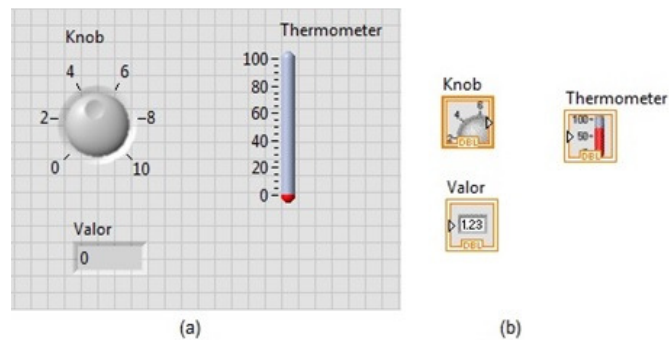

Figura 11 – Botão rotativo, termômetro e indicador numérico no painel frontal (a) e no diagrama de bloco (b).
6. Na janela do painel frontal, crie um comando tipo botão rotativo, que deve ser associado a um termômetro e ao indicador numérico de graus Celsius. Para isso, em qualquer local da área de trabalho do painel frontal, clique com o botão direito do mouse. Surge a paleta de Controle. Nela selecione e clique no ícone “Numeric”, depois na sub paleta “Numeric”, selecione e clique no ícone “knob”. Arraste o ícone, com o mouse e o solte, na posição desejada do painel frontal. Da mesma forma apresentada anteriormente, selecione na sub paleta “Numeric”, o ícone “Thermometer” e o arraste para o painel frontal. A Figura 11 apresenta o botão rotativo, o termômetro e o indicador numérico de graus Celsius, implementados no painel frontal e seus correspondentes no diagrama de blocos.